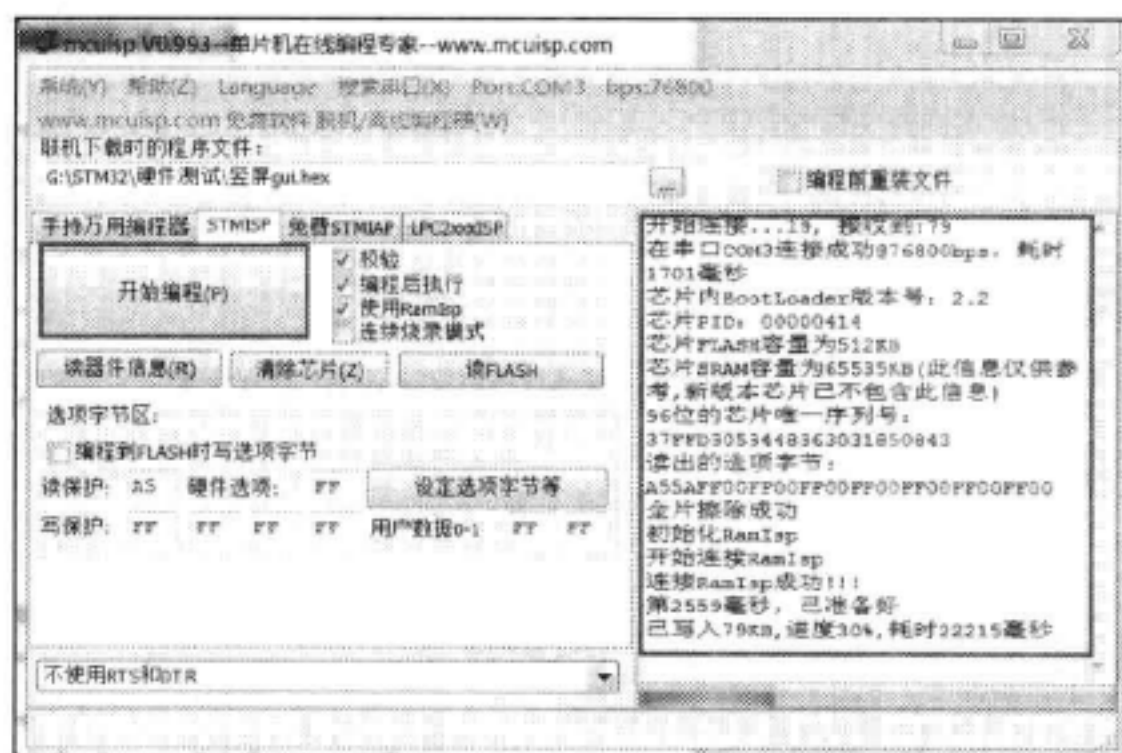

图 3-41 ISP 下载程序
5) 点击“开始编程”按钮，如果程序下载成功后则会打印出如图 3-41 所示右侧框中的信息。